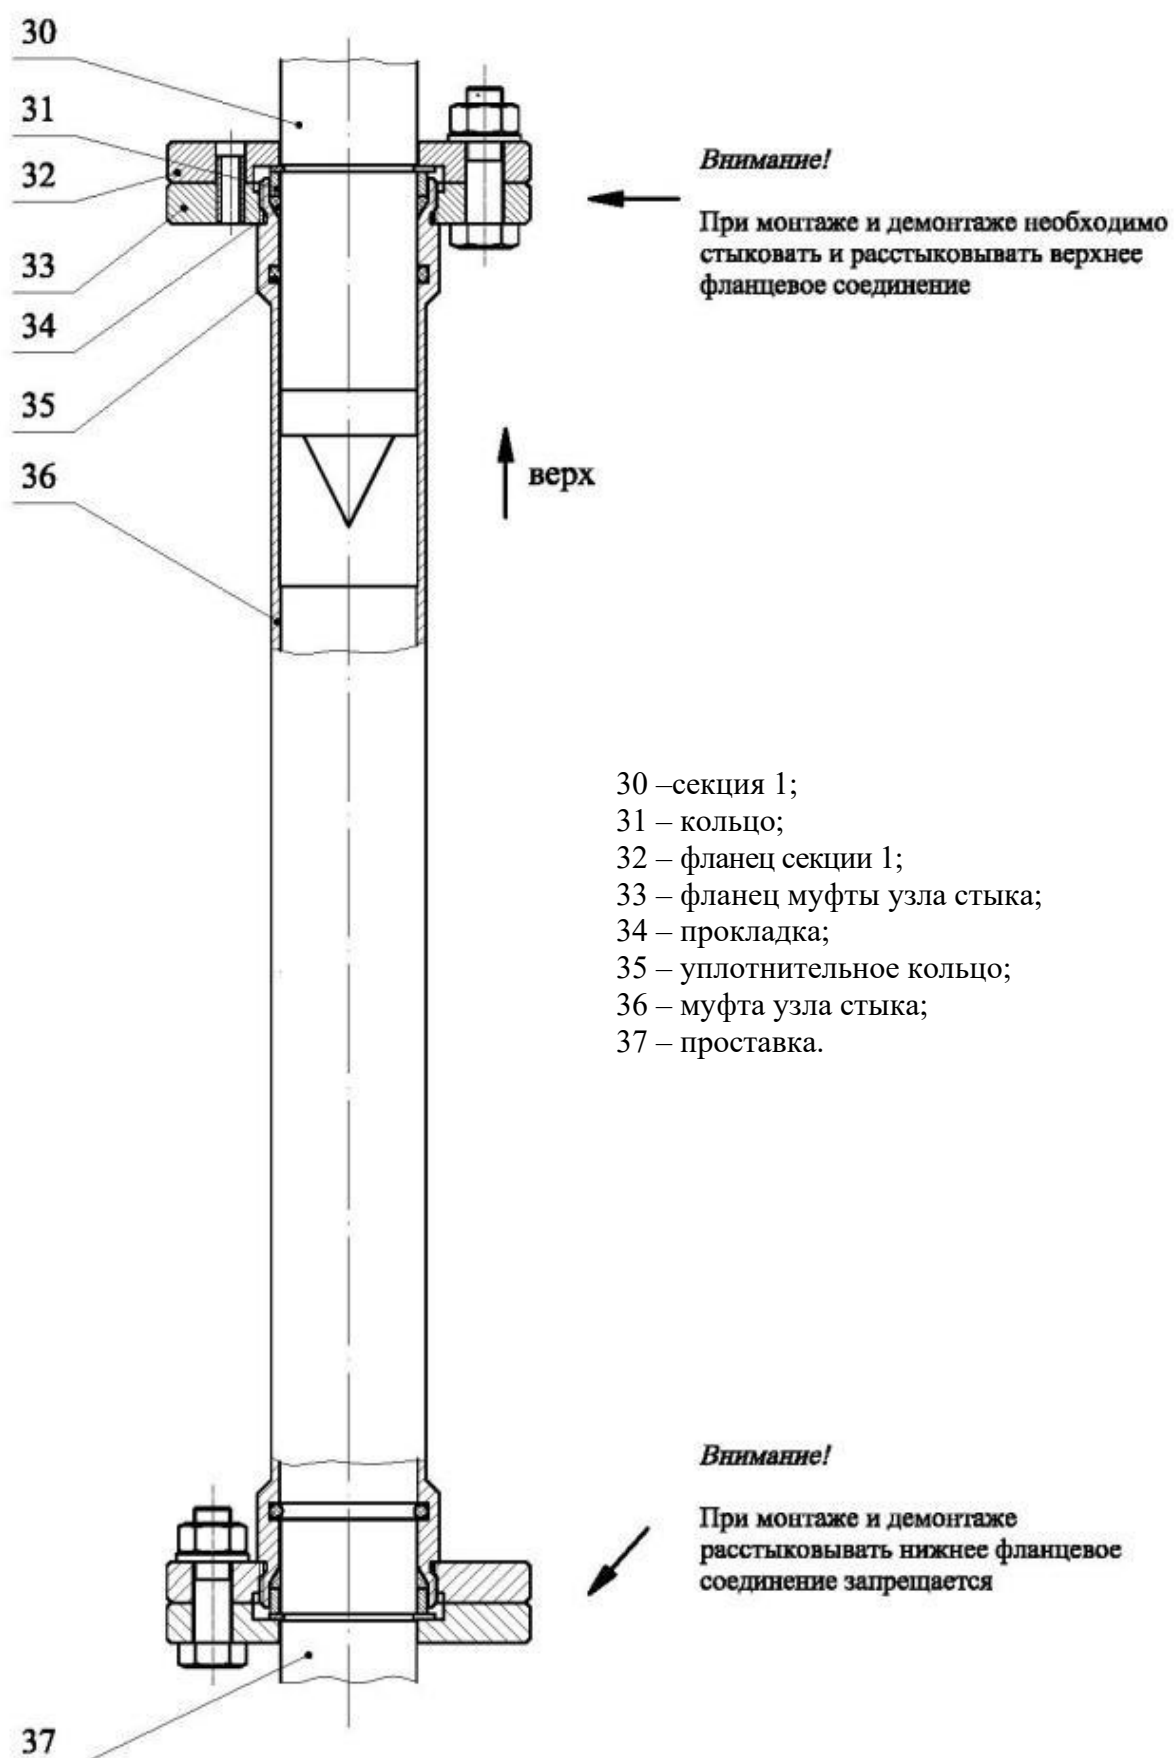

Рисунок 2.5 – Монтаж стыка проставки и БДУТ (секция 1) ППП КШЮЕ.407533.008
- установить в муфту 36 (рисунок 2.5) в верхней её части последовательно прокладку 34 и кольцо 31, проверить наличие и целостность кольца 35;
- снять крепёжные болты, извлечь БДУТ (секция 1) из муфты 36 (рисунок 2.5), уложить снятый БДУТ (секция 1) на крышу резервуара;